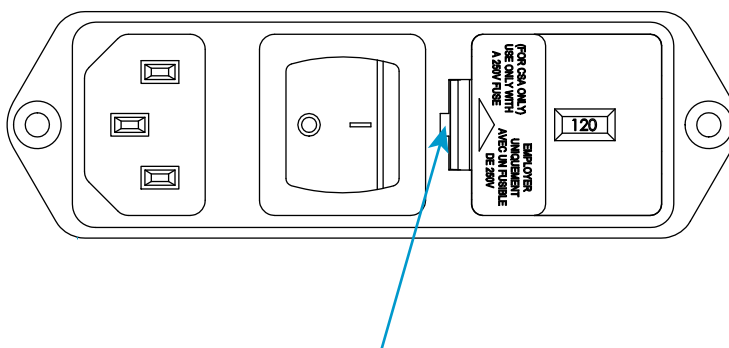

図5. ヒューズ ホルダの引き出し
1. 電源スイッチがオフ (0) 位置にあることを確認し、電源から電源ケーブルを抜きます。フレーム コントロール パネルで LED が点灯していることを確認します。
2. 37 ページの図 5 に示すスロットに小さなマイナス ドライバを挿入し、ヒューズ ホルダを引き出します。